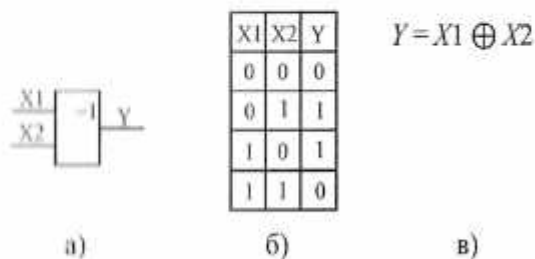

Рис. 1.8. Логический элемент исключающее ИЛИ: а) УГО; б) таблица истинности; в) аналитическое представление функции
6. Логический элемент исключающее ИЛИ (рис. 1.8). На выходе элемента исключающее ИЛИ присутствует логическая 1, если состояния входов неравнозначны, поэтому элемент исключающее ИЛИ называют ещё элементом неравнозначности.